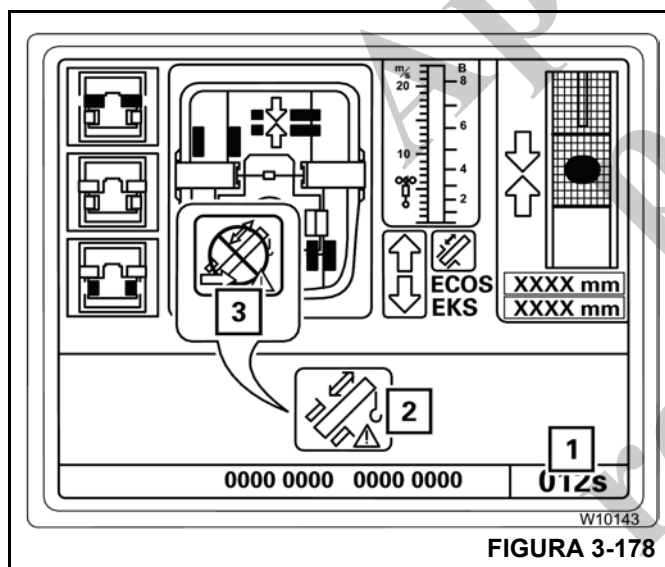

FIGURA 3-178
6. O submenu da Ação telescópica se abre, consulte (Figura 3-178).